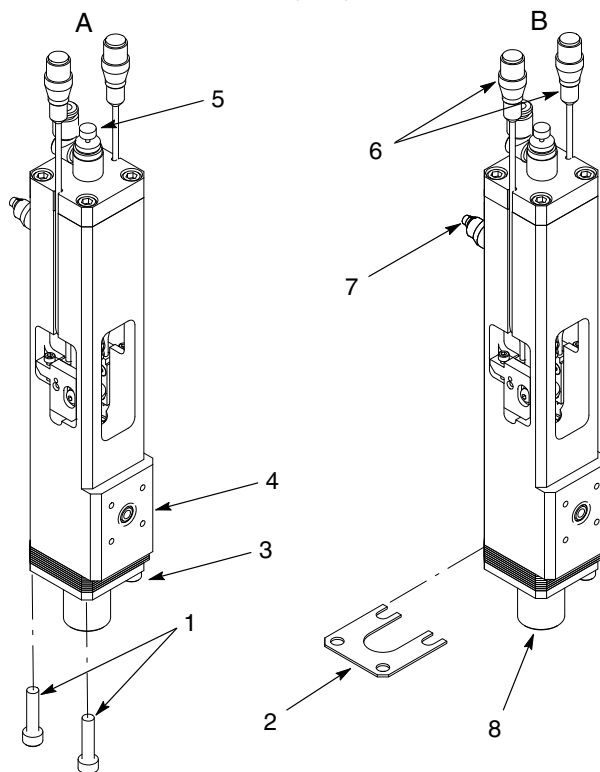

Рис. 3 Настройка объема дозы
См. рис. 3 и следуйте процедурам, приведенным в табл. 3.
2. См. рис. 3. Вывернуть только два винта (1), показанных на виде А. Ослабить остальные винты (3) лишь настолько, насколько это необходимо для добавления или снятия прокладок (2).
3. Добавив или сняв прокладку (2), как показано на виде В, добиться нужного объема дозы. Рукой вдавить переходник сопла (8) рукой до упора в прокладку (2).
4. Поставить винты (1). Затянуть винты (1, 3) моментом 15 Н•м (11 фут-фунтов).